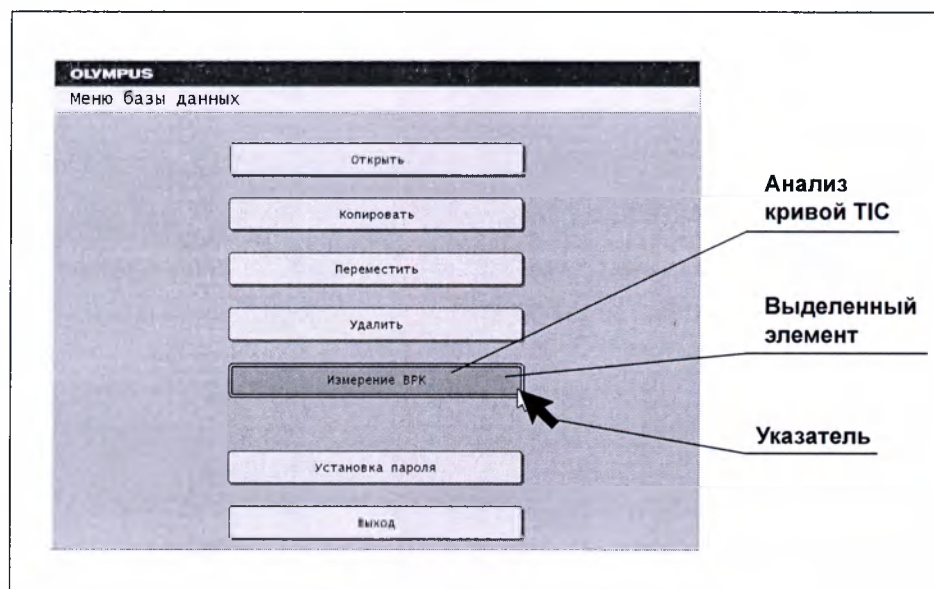

Рисунок 8.126
- 2 Переместите указатель с помощью трекбола или перейдите на выделенный элемент клавишей-стрелкой или клавишей TAB, чтобы выбрать кнопку [TIC analysis] (Измерение ВРК) (см. рис. 8.126). Подробную информацию о способе работы см. в «■ Выбор функции управления данными» на стр. 415.